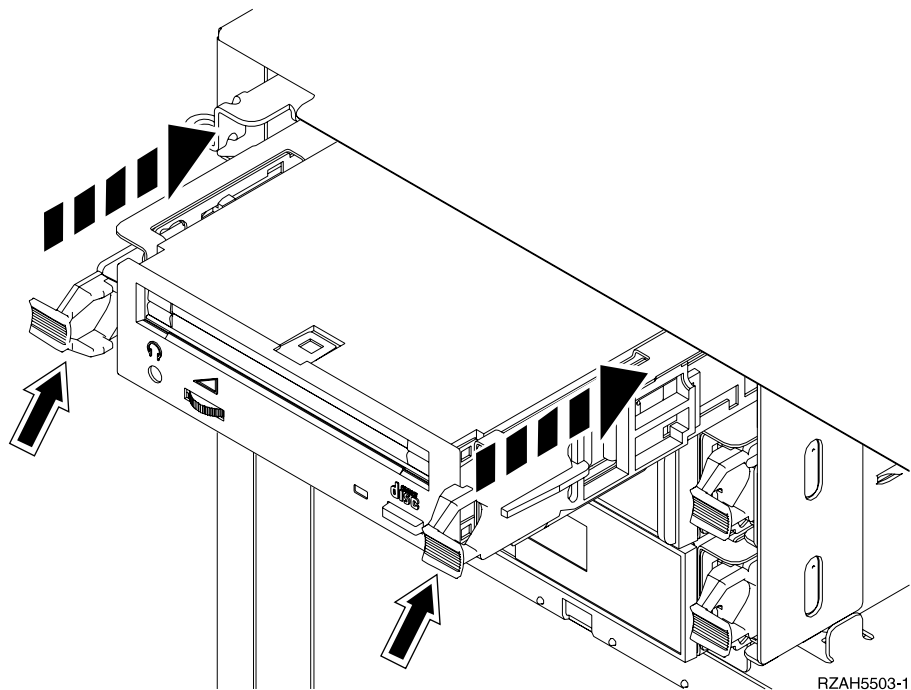

Figure 43. Installation de l'unité amovible
- 15. Alignez l'unité amovible sur le premier emplacement disponible, comme illustré à la figure 43 à la page 63.